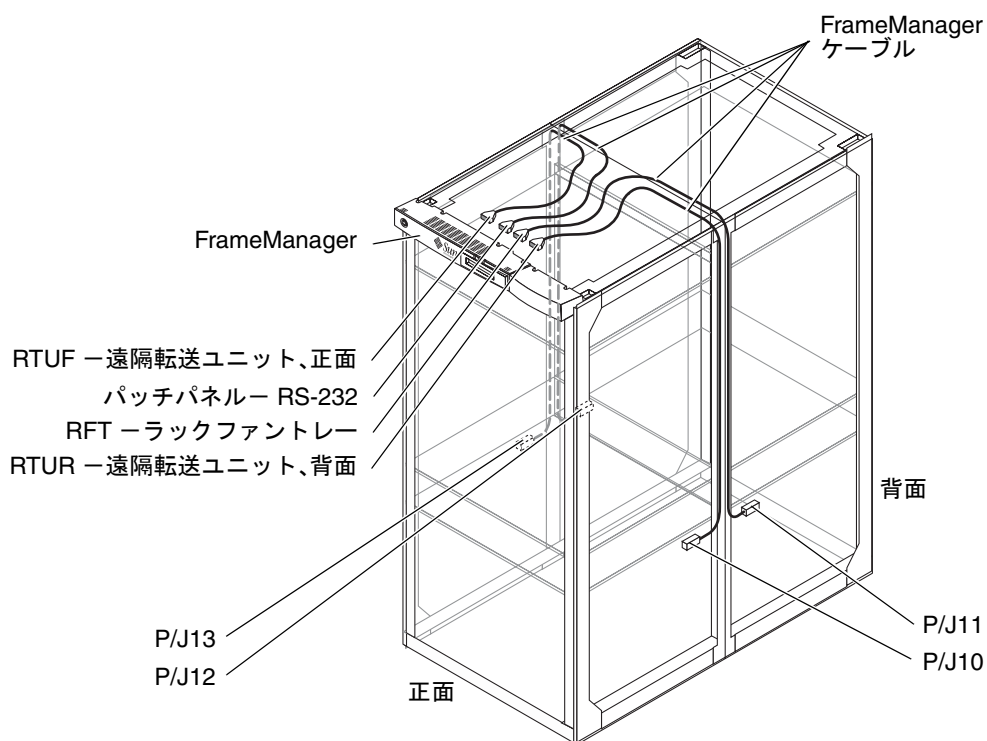

図 16-13 FrameManager ケーブル
9. 4つの外側のライトアングル型コネクタ (P/J10、P/J11、P/J12、P/J13) を、シャーシの側面パネルから取り外します (図 16-13)。